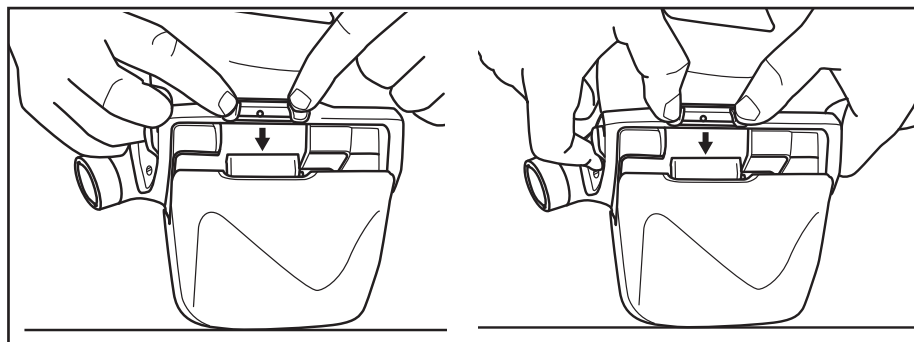

Fig. 6 – Retrait du filtre/de la cartouche
- Tenir l'unité vers le bas de manière que l'arrière (côté de la ceinture) soit face à soi et que le filtre et le protège-filtre soient face vers le bas sur une surface plane (Fig. 6) afin de minimiser les risques de contamination de l'admission d'air du souffleur à moteur.
- Appuyer sur le verrou de filtre jaune situé sur le côté gauche (Fig. 6). On doit utiliser deux doigts pour engager le verrou. Retirer le filtre ou la cartouche du souffleur à moteur.